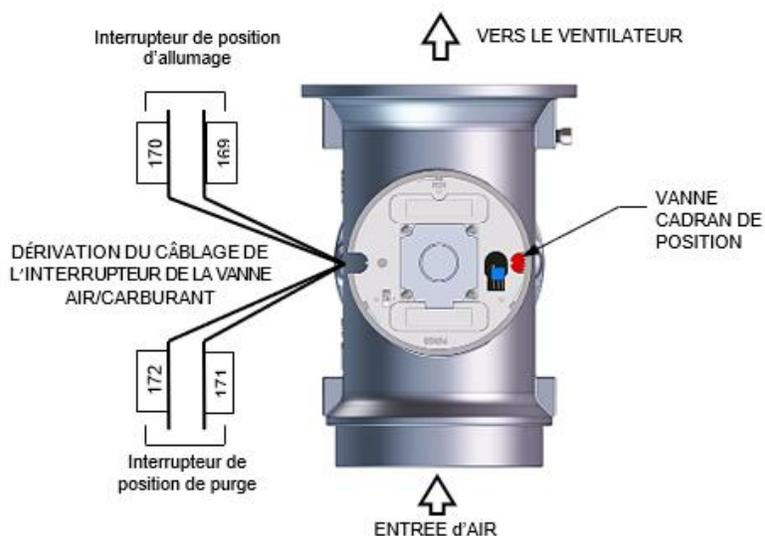

Figure 6.10-2 : Emplacement de la purge d'air/carburant et de l'allumage
5. Démontez l'un des deux câbles (171 ou 172) de l'interrupteur de purge (Figure 6.10-2).
5. Démontez l'un des deux câbles (169 ou 170) de l'interrupteur d'allumage (Figure 6.10-2).